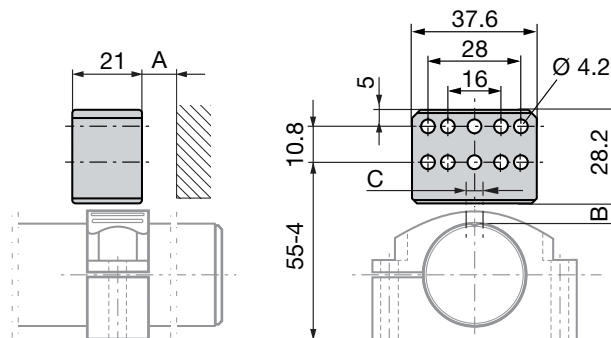
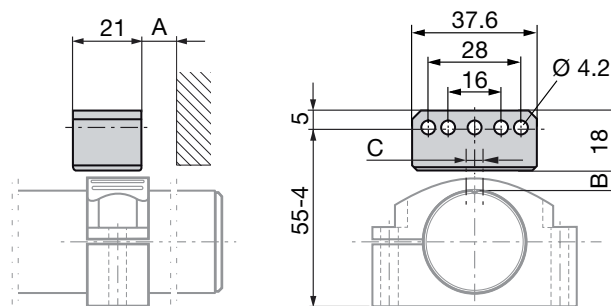

図 5-1: 寸法と距離 (ポインタ BTL6-A-3800-2 付き)
図 5-2: 寸法と距離 (ポインタ BTL6-A-3801-2 付き)
- 磁性体製の部品とポインタとの間の距離 A は、必ず 10 mm 以上となるようにしてください (図 5-1 および 図 5-2 を参照) 。
- ポインタと BTL との間の距離 B と中央オフセット C (図 5-1 および 図 5-2 を参照) については、以下の数値を必ず守ってください。
表 5-1: ポインタの距離とオフセット (図 5-1 および 図 5-2 を参照)